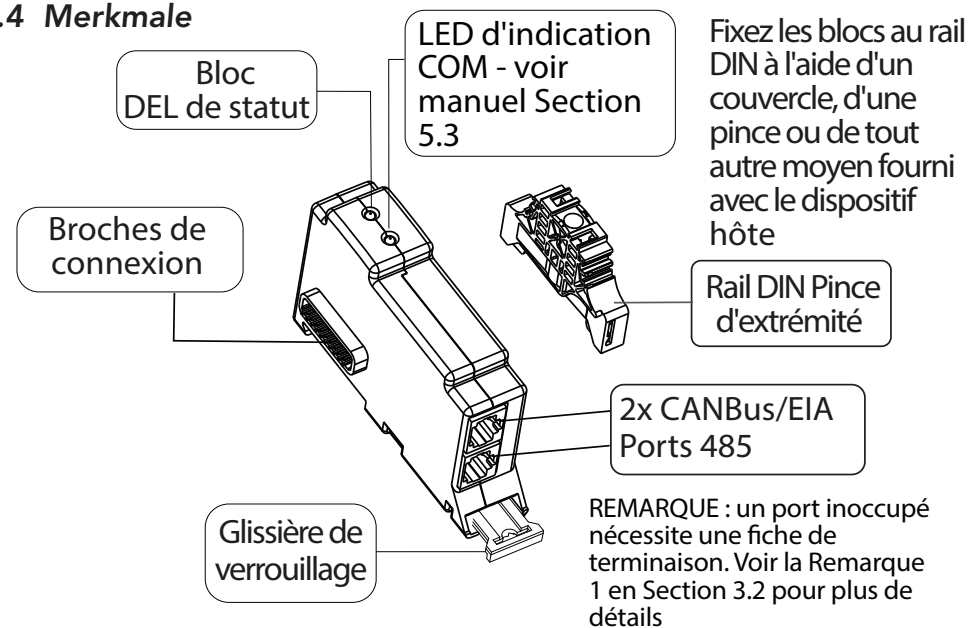

Abbildung 2-1. Merkmale von ReadyBMS
Für CANBus-fähige Batterien: Verwenden Sie ein 8-adriges RJ-45-Durchgangskabel und verbinden Sie eines der Enden mit einem der RJ-45-Anschlüsse des BMS-Blocks an – siehe Abb. 2-1 im Handbuch. Verbinden Sie das andere Ende mit einem CANBus-Anschluss der BMS-Batterie. Alle unterstützten Batterien entsprechen der CAN-Pin-Konfiguration – Details finden Sie in Tabelle 3-1 und Abb. 3-2 in Abschnitt 3.3.
**HINWEIS 1:** Wenn der BMS-Block mit dem einzigen Controller des Systems verwendet wird oder sich am Ende eines CANBus-Netzwerks befindet, wird für den RJ-45-Anschluss des BMS-Blocks, der nicht mit der BMS-Batterie verbunden ist, ein Abschlussstecker mit 120-Ohm-Abschlusswiderstand benötigt, der über die CANL- und CANH-Leitungen installiert wird. Ein Abschlussstecker für die BMS-Block-Kommunikation ist im Lieferumfang enthalten – siehe Abb. 2-1 in Abschnitt 2.4 über die Merkmale. Zu allen CANBus-Abschlussanforderungen auf BMS-Batterieseite lesen Sie die Dokumentation des Herstellers der BMS-Batterie.
Siehe Abb. 2-1 im Abschnitt 2.4 „Merkmale“ und Tabelle 5-1.